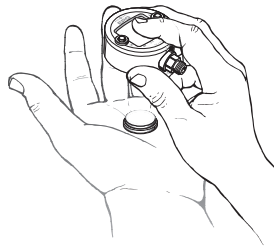

Figure 17
- 6• Pour sortir la batterie de son logement, tapez le module dans la paume de votre main jusqu'à ce que la batterie sorte (figure 17). Jeter la batterie dans un endroit approprié.